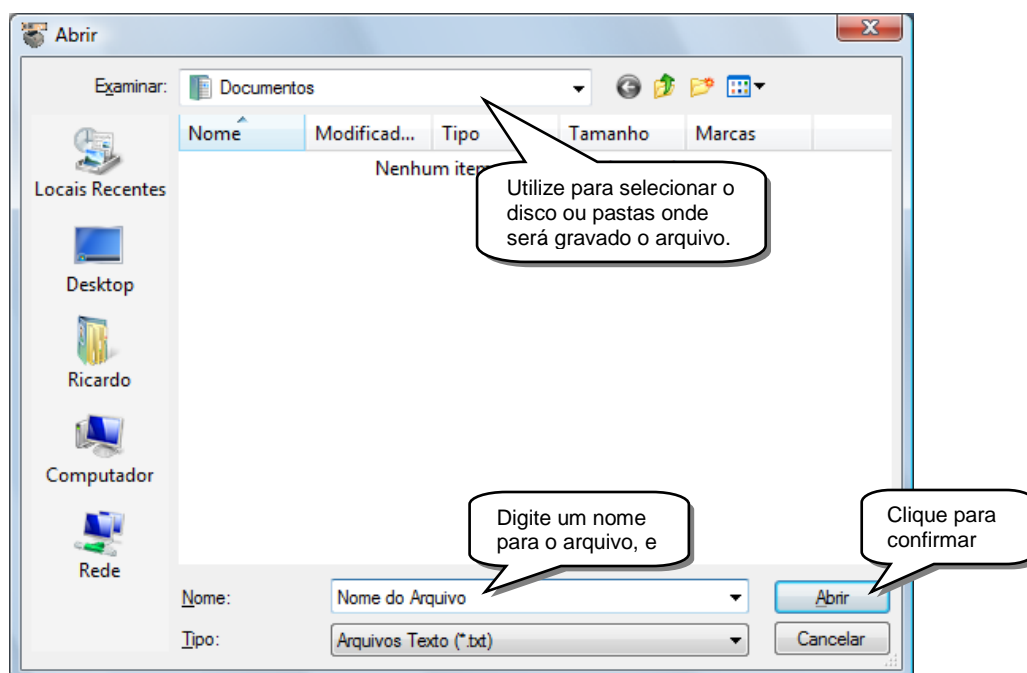

Figura 9.2.2
- Na janela “Abrir” (figura 9.2.2) utilize o campo “Examinar” para apontar o local onde o arquivo será gravado.